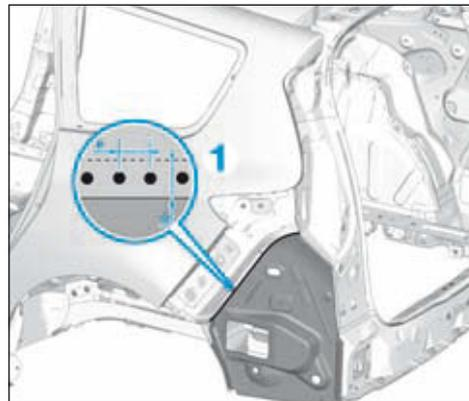

FIG.139
- Effectuer une liaison par superposition en (1) (Fig.139).